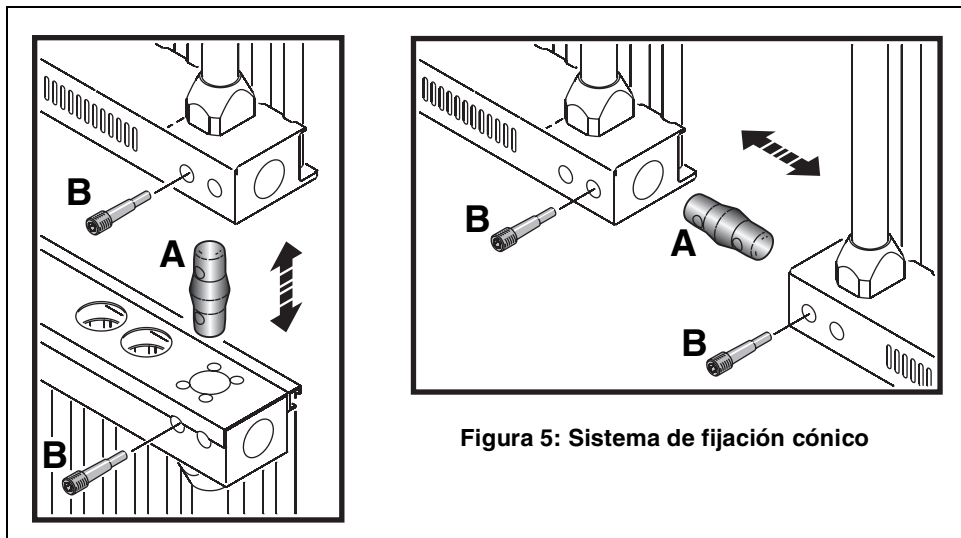

Figura 5: Sistema de fijación cónico
7. Ver la Figura 5. Para instalar más paneles, se deberá unir mediante fijaciones cónicas (A) aseguradas con pasadores roscados (B) tal y como muestra la imagen. Una vez añadido un panel a un conjunto, asegurarlo mediante dos cables de seguridad. Suspender un máximo de 7 paneles en configuración de cortina vertical. En horizontal, se podrán suspender un número ilimitado de paneles siempre que estén correctamente instalados.